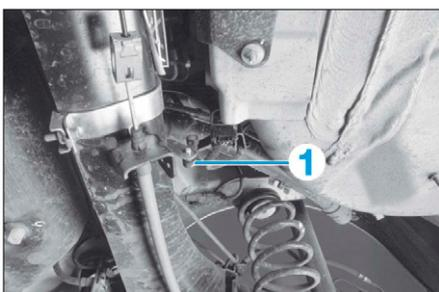

FIG. 73
- Désaccoupler la biellette du capteur de hauteur (1) (Fig.73).